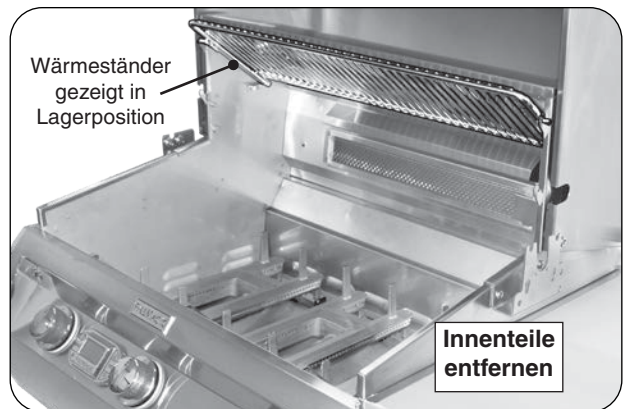

Abb. 32-1 Bereiten Sie den Grill zum Rotieren vor
1. Stellen Sie den Wärmeständer in die Aufbewahrungsposition, entfernen Sie die Rückbrennerabdeckung und die Kochgitter (siehe Abb. 32-1).